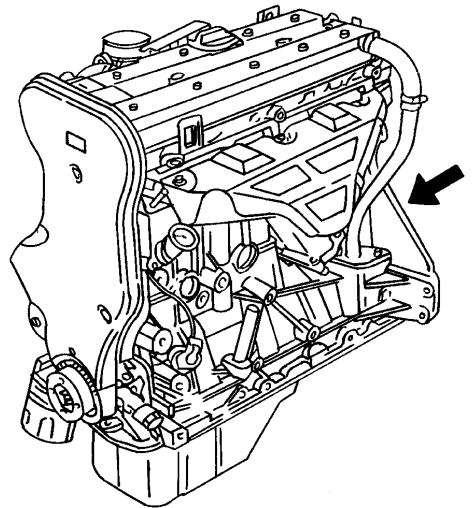
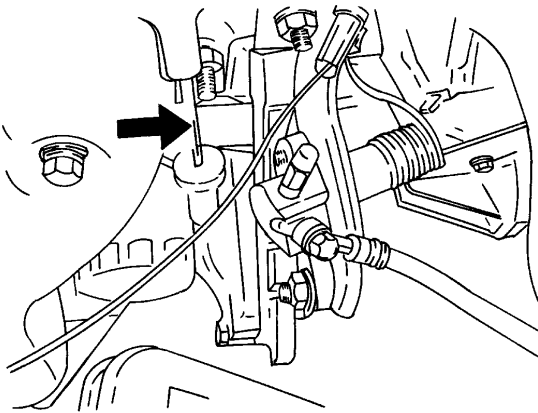

图 1-8 1.8L 发动机识别码位置
图 1-7 1.6L 发动机识别码位置
1.6L 发动机识别码位置如图 1-7 所示。1.8L 发动机识别码位置如图 1-8 所示。